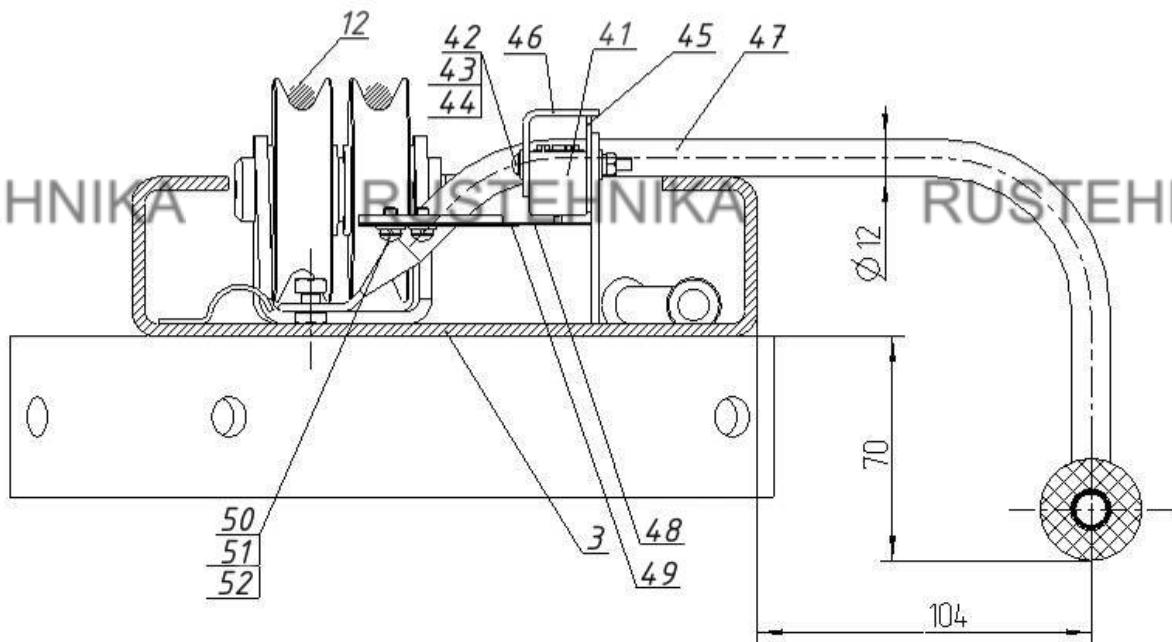

Рисунок 6.7 – Системы автоматического отключения привода насосной станции при касании автомобиля ограничительной дуги
6.12.2 Установить на перекладину 3 ограничительную дугу 47 (рисунок 6.7) с закрепленными на ней пластинчатыми пружинами 48 и 49 с помощью винтов 50, шайб 51 и 52. На перекладину 3 подъемника установить смонтированный на кабеле микровыключатель 41, с помощью винтов 42, шайб 43 и гаек 44. Одновременно установить защитный козырек 46 и защитную прокладку 45. Микровыключатель 41 необходимо установить так, чтобы он срабатывал при перемещение ограничительной дуги 47 вверх на 20...40 мм. Затем кабель микровыключателя 41, с помощью пластиковых хомутов, закрепить к рукаву так чтобы кабель не касался системы тросов 12.